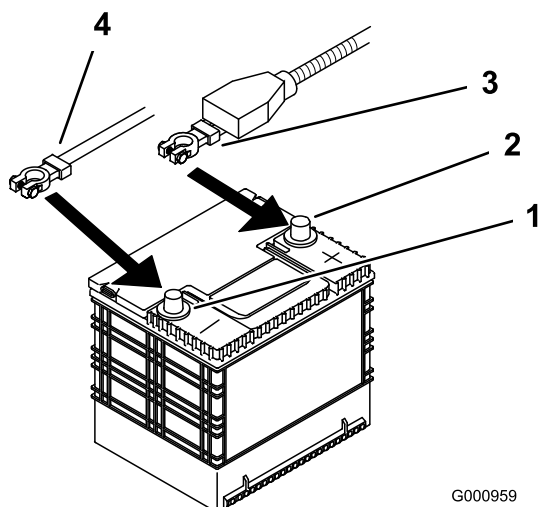

Figura 48
4. Scollegate prima il cavo negativo della batteria dal morsetto negativo (-) della batteria (Figura 48).
5. Sfilate la guaina rossa del morsetto dal morsetto positivo (rosso) della batteria. Togliete quindi il cavo positivo (rosso) della batteria (Figura 48).
4. Fissate i cavi con due bulloni (1/4 x 3/4 poll.), due rondelle (1/4 poll.) e due dadi di bloccaggio (1/4 poll.) (Figura 48).